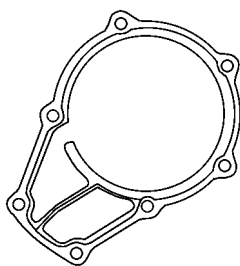

图 12-42 安装油泵体时要使驱动转子的槽口对准两个销子
2) 按图 12-42 所示的油泵体部分涂敷密封胶，然后安装油泵体部件。安装时要使驱动转子的槽口对准两个销子。